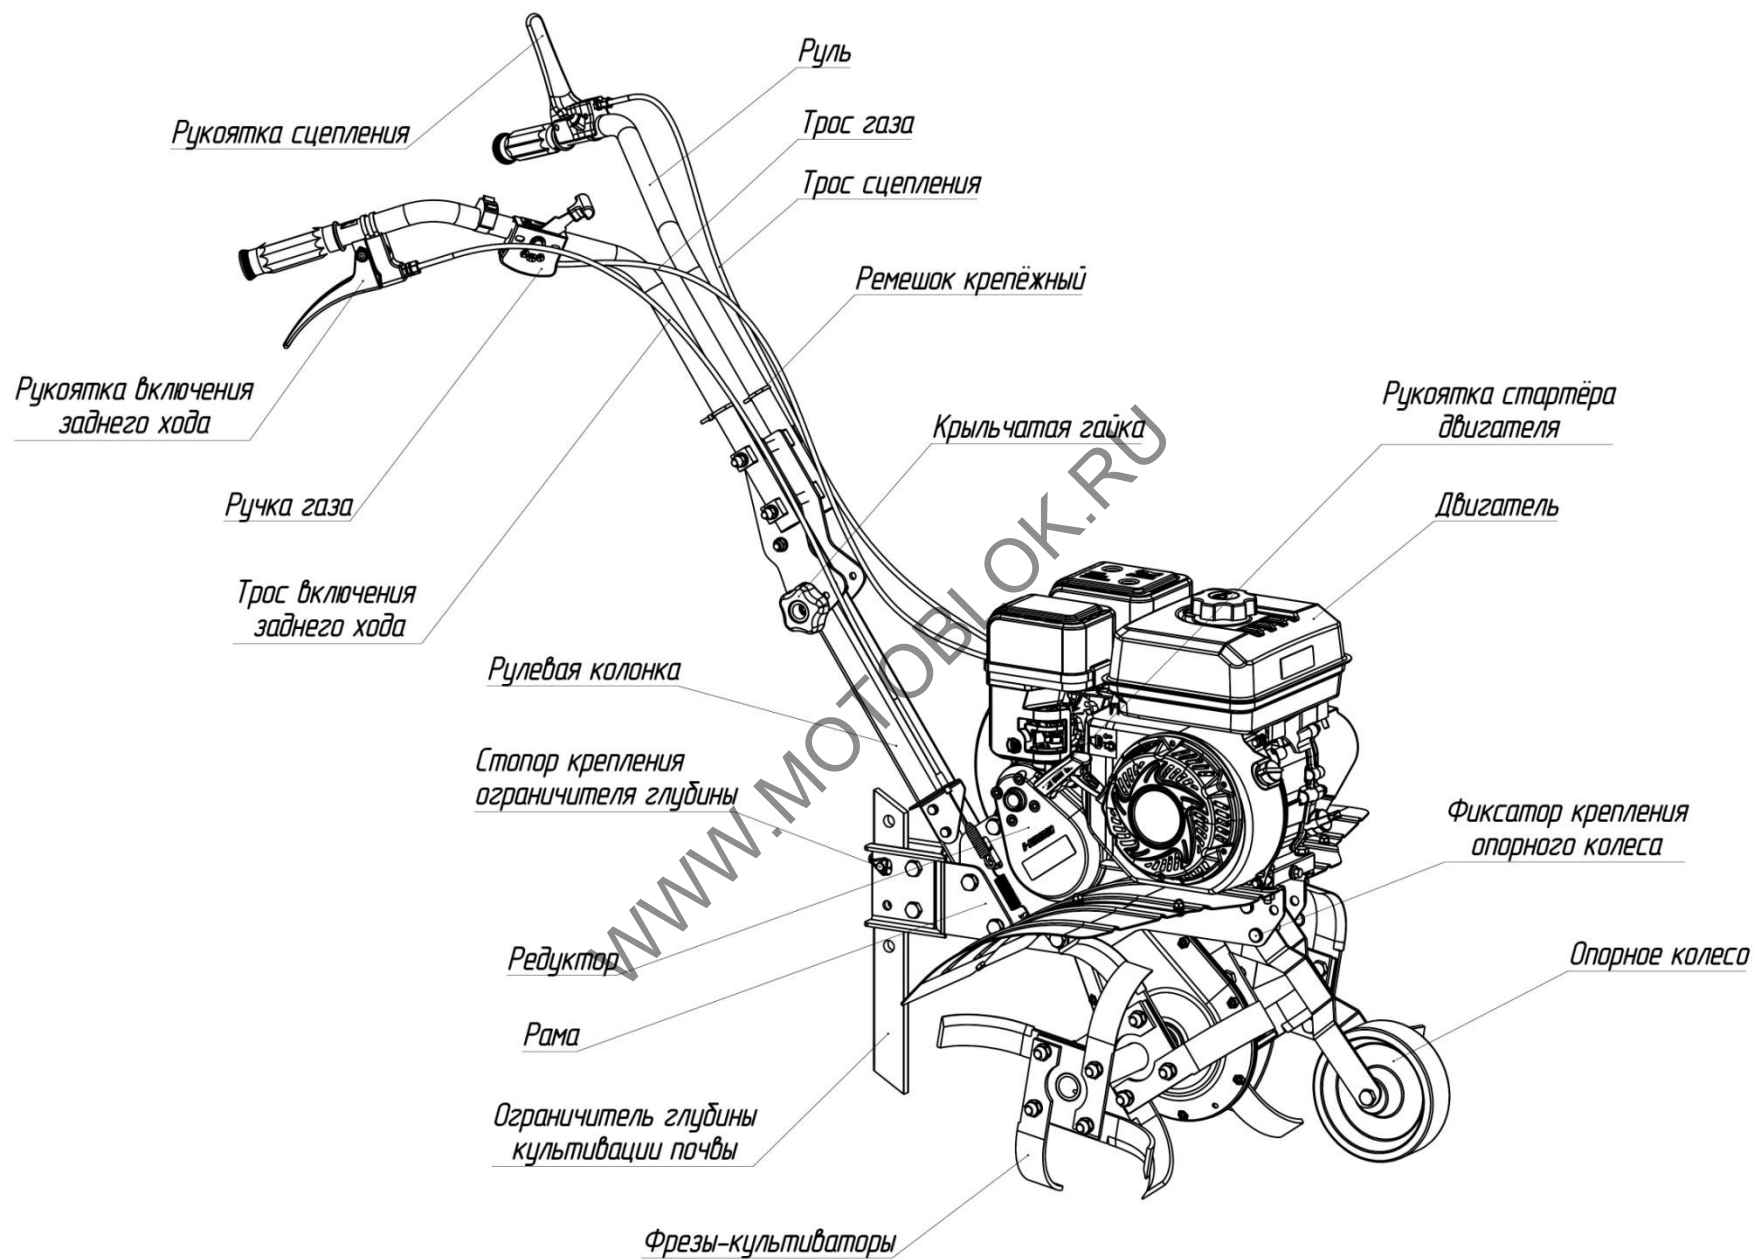

Рис.2 Общий вид мотокультиватора МК100Р (вид справа)
**Рукоятка включения заднего хода** (рис.2, 6) – расположена на правой рукоятке руля, предназначена для включения/выключения заднего хода.